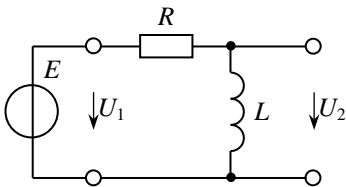
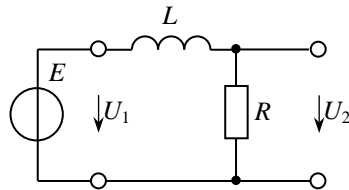

Рис. 1
Рис. 2
2.2. Для каждой из цепей (рис. 1, 2) получите в общем виде выражения для комплексного коэффициента передачи по напряжению $K_U(j\omega) = \dot{U}_2 / \dot{U}_1$, амплитудно-частотной характеристики $K_U(\omega)$ и фазочастотной характеристики $\varphi(\omega)$.
Обратите внимание, что схема рис. 1 является фильтром высокой частоты первого порядка, а схема рис. 2 – фильтром низкой частоты первого порядка. Во временной области отклик цепи рис 1 в первом приближении пропорционален производной от входного воздействия, поэтому эту цепь называют дифференцирующей RL -цепью. В цепи рис. 2 отклик в первом приближении пропорционален интегралу от входного воздействия, поэтому цепь рис. 2 называют интегрирующей RL -цепью.
2.3. Для каждой из цепей (рис. 1, 2) получите в общем виде выражения для расчета граничной частоты полосы пропускания. Рассчитайте граничную частоту полосы пропускания. Параметры сопротивления и индуктивности возьмите из таблицы по номеру варианта.